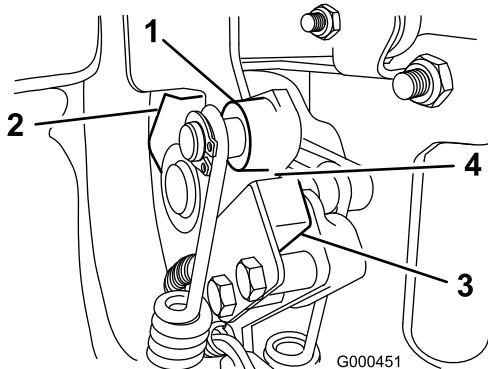

Figura 27
2. Engrane la palanca de tracción hasta que entre en contacto con el tope de punto muerto (Figura 27).
3. Afloje las fijaciones del interruptor de seguridad (Figura 27).
4. Coloque un suplemento de 0,8 mm de grosor entre la palanca de tracción y el interruptor de seguridad (Figura 27).